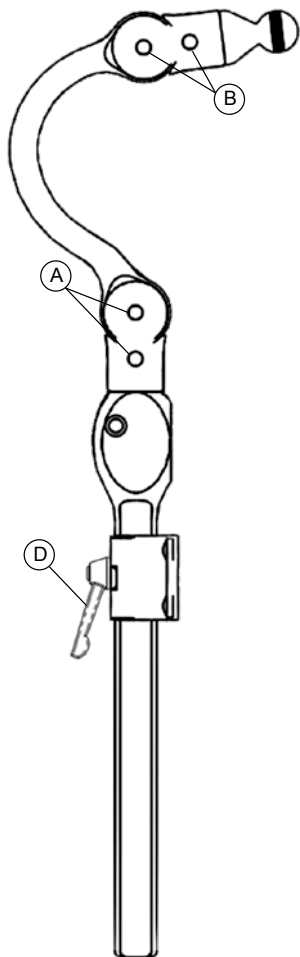
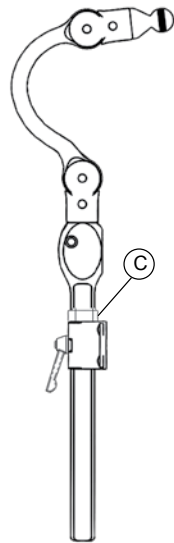

Fig. 1
Fig. 2
1. Vertical - Desserrez la manette de levier (Fig. 1, E) et réglez à la hauteur appropriée puis abaissez le collet de butée (Fig. 1, C) en vous assurant d'aligner le doigt d'indexage sur la fente sur le support amovible. (Fig. 1, F) La barre verticale peut pivoter pour obtenir un angle de réglage supplémentaire pour l'assemblage coussinet/plaque de base.
2. Horizontal / Vertical – Desserrez les vis de serrage (Fig. 1, A & B) pour le réglage de la profondeur et
de la hauteur (Fig. 2).
1. Assemblez comme indiqué sur la figure 1.
1. Vertical - Desserrez la manette de levier (Fig. 1, D) et réglez à la hauteur appropriée puis abaissez le collet de butée (Fig. 2, C). La barre verticale peut pivoter pour obtenir un angle de réglage supplémentaire pour l'assemblage coussinet/plateau inférieur.
2. Réglage de la profondeur et de l'angle - Desserrez les vis de serrage (Fig. 1, A & B) pour le réglage de la profondeur et de l'angle. Observez l'angle de réglage présenté en figure 3.
1. Dégagez le capuchon du pivot horizontal (Fig. 2, B). Placez la poignée en T ou le tournevis sous le capuchon et poussez vers le haut et l'extérieur. Voir Fig. 1. Le doigt d'indexage sur le collet anti-pivotement (Fig. 1, C) s'engage dans la fente en haut du récepteur amovible (Fig. 1, D) pour empêcher le pivotement.